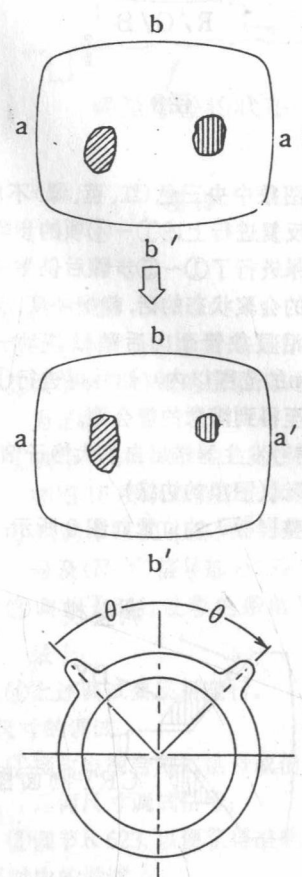

图1
②将偏转线圈向前推到显象管的锥体部;
③把偏转线圈向后慢慢拉出,这时可看到两个椭圆形的部分(淡黄色与淡青色)分别出现于荧光屏的两侧,然后转动色纯度调节磁铁,使两侧彩色的面积相等(调节色纯度磁铁,使左右成为约略相同的角度),如图 1 所示;